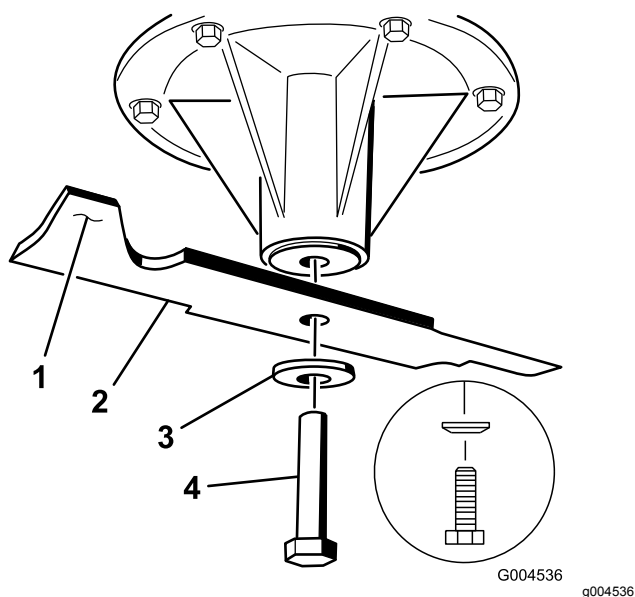

Figura 86
1. Montate la lama sull'asse del fusello (Figura 86).
2. Montate il disco elastico e il bullone della lama (Figura 86).